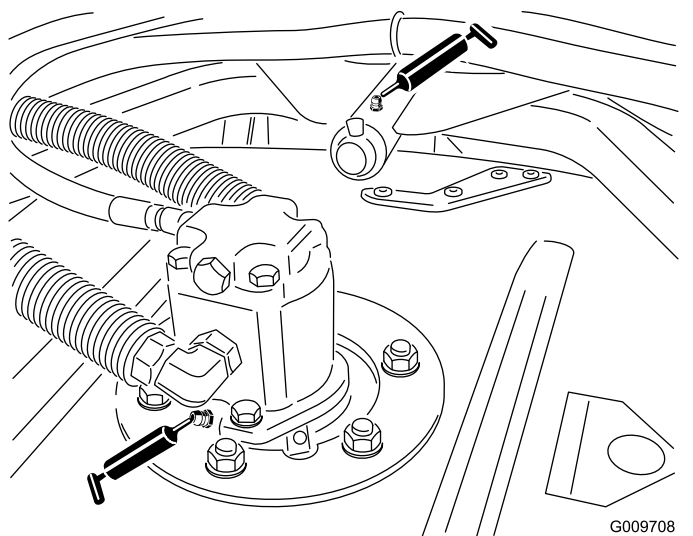

Figura 85
- Rulmeni ai arborelui axului unității de tăiere (2 per unitate de tăiere), aa cum se arată în Figura 85
- Buce bra de transport unitate de tăiere (1 pentru fiecare unitate de tăiere), aa cum se arată în Figura 85